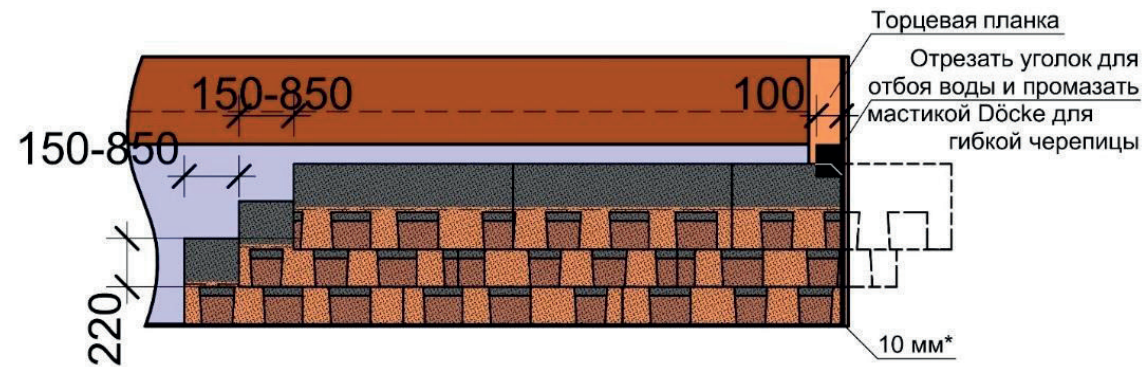

Рис. 24. Схема смещения гонтов многослойной черепицы по горизонтали и вертикали
8.2.15 Смещение гонтов ламинированной черепицы Döcke с формой нарезки «Драконий зуб» по горизонтали необходимо устраивать в диапазоне от 150 до 850 мм (рис. 24). Рисунок готовой кровли должен быть хаотичным без прослеживания определённого правила подбора.